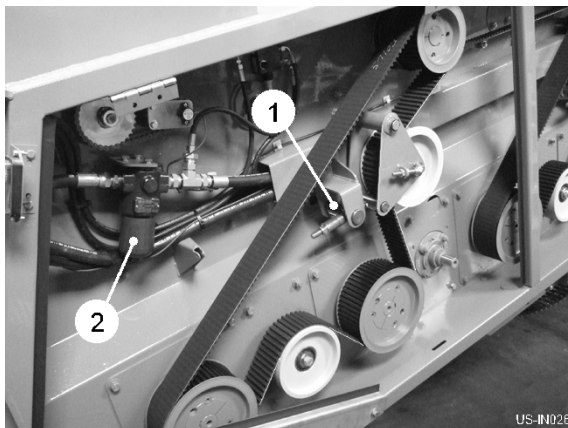
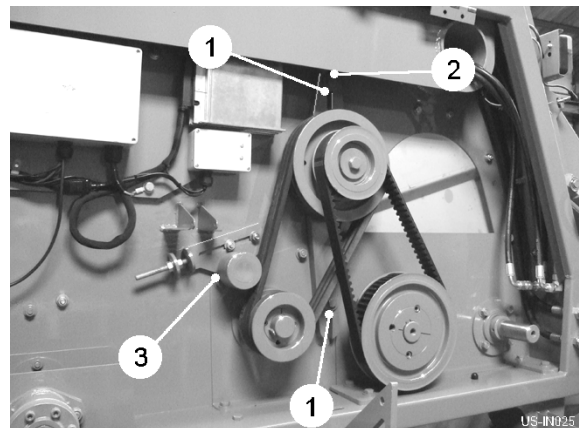

Fig 18
Fig 19
Die gezähnten Antriebsgürtel haben Ausgleicher (item 1, fig 18), die sichtbar sind, wenn die geeignete Tür geöffnet wird. Korrekte Gürtelspannung wird erreicht wenn, bei einer Entfernung halber Weg zwischen die furthest spaced-Rollen, der Gürtel kann der Länge nach verdreht werden kein mehr als 45°. Für Felsblock Kiste Gürtel Spannung Änderung. Erstens, machen Sie die gezähnte Gürtelspannung. Lockern Sie die Schrauben (item 1, fig 19) und stellen Sie den tensioner (item 2, fig 19) um. Schließlich, ändern Sie dem 'V'-Gürtel tensioner (item 3, fig 19). Straffen Sie die 'V'-Gürtel, ohne sich zu dehnen einen positiven Antrieb zu geben.
Ein Druckfilter wird (item 2, fig 18) in die Versorgungslinie vom Traktor montiert. Das Element sollte nach 50 Stunden vom Starten von Zeit ersetzt werden und dann jährlich oder alle 500 Stunden danach.